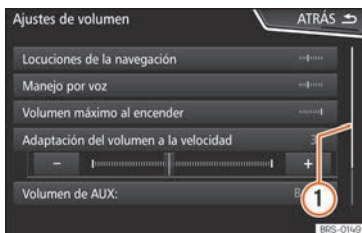

Fig. 204 Entradas de una lista de un menú de ajustes.
La barra de desplazamiento se muestra a la derecha y su tamaño depende de las entradas de la lista » **fig. 204** ①.